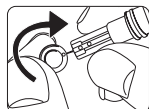

Figura 24
PASO 3: Gire la tapa protectora de la lanceta para retirarla y luego guárdela para usarla más adelante. Consulte la figura 24.